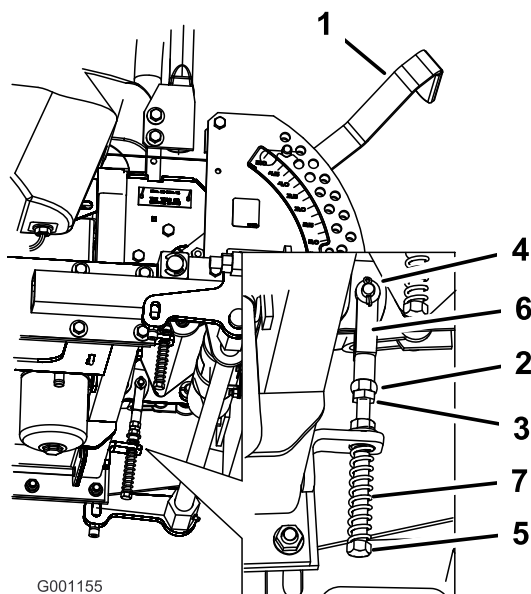

Figure 82
8. Si un réglage s'impose, desserrez l'écrou et l'écrou de blocage vissés contre la chape (Figure 82).
9. Appliquez une légère pression à l'arrière du levier et tournez la tête du boulon de réglage dans le sens voulu pour centrer le levier à la position de VERROUILLAGE AU POINT MORT (Figure 82).
10. Serrez l'écrou et l'écrou de blocage (Figure 82).